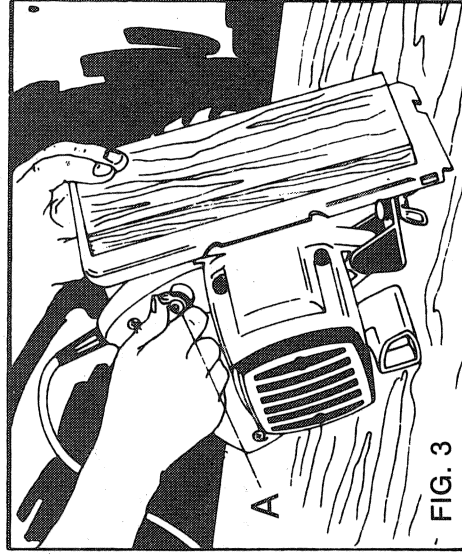

FIG. 3
2. Placer le scie tel qu'illustré à la fig. 3 et desserrer l'écrou à ailettes du dispositif de réglage de la profondeur de coupe "A".